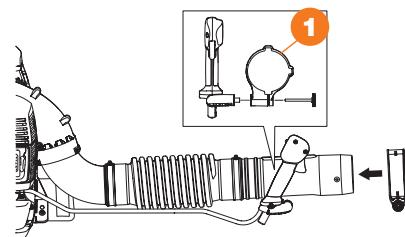

Рис. 3
- Снимите ручку с держателя рукоятки ①, выровняйте держатель рукоятки с выпуклостью трубы (Рис. 3).